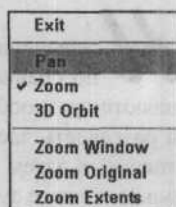

Рис. 8.1. Контекстное меню зумирования и панорамирования в реальном времени
3. Щелкните правой кнопкой мыши в графической зоне. В появившемся контекстном меню (рис. 8.1) выберите команду **Pan** (Панорамировать).